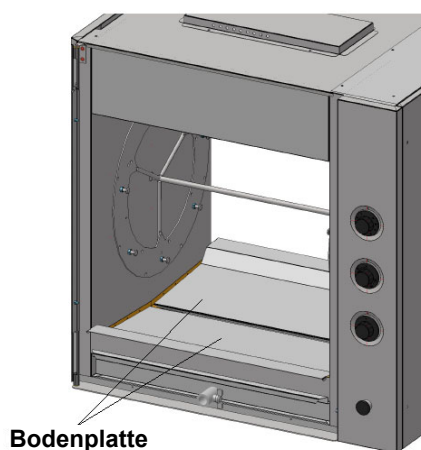

Abbildung 2.2
- Setzen Sie die Bodenplatten in den Grillteil des Geräts ein (siehe Abbildung 2.2).